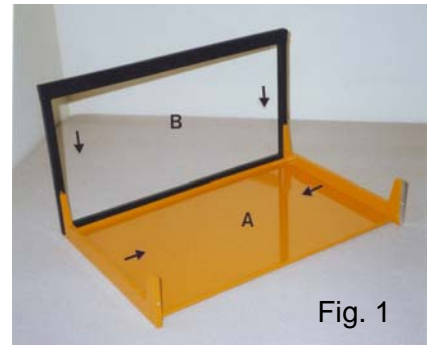

Fig. 1
- Die Wanne (Fig. 1 A) wird in die Rillen der gelben Konsolen und die schwarzen Rahmen von oben in die entsprechenden Rillen der Konsolen eingeschoben (Fig. 1 B). Der Rahmen muss an beiden Seiten parallel und gleichzeitig eingeschoben werden, da es sonst zu Verklebungen kommen kann. Achten Sie dabei darauf, dass die Wanne richtig in die beiden Konsolen eingeschoben bleibt.